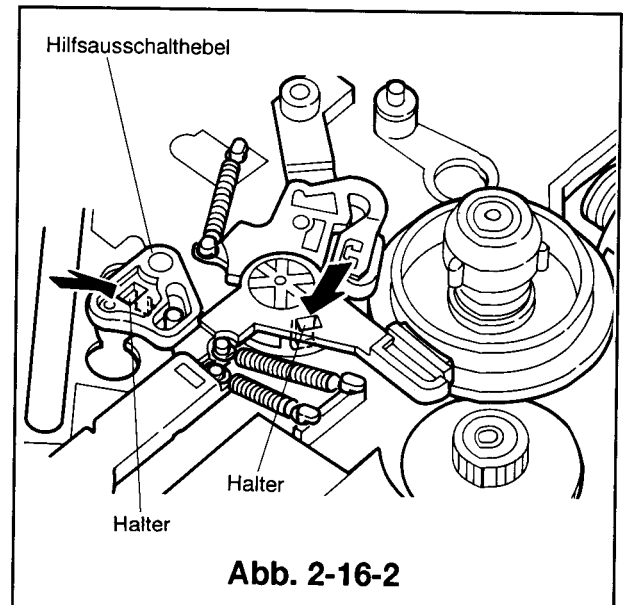

Abb. 2-16-2
- ① Das Kassettengehäuse ausbauen (Siehe Artikel 2-1)
- ② Die Hilfsbremse (SP) und die Hilfsfeder (SP) ausbauen (Siehe Artikel 2-14).
- ③ Den Halter mit einem kleinen Schraubenzieher oder ähnlichem Werkzeug lösen und dann den Hilfsausschalthebel anheben, um ihn herauszunehmen (siehe Abb.2-16-2).
- ⑤ Den Halter mit einem kleinen Schraubenzieher oder ähnlichem Werkzeug lösen, und dann die Hilfsbremse (TU) anheben, um sie gemäß Abb.2-16-2 herauszunehmen.